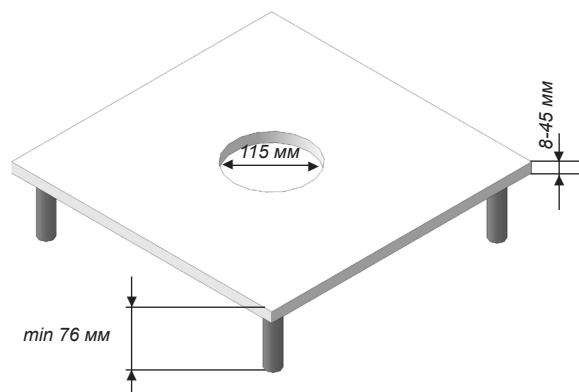

Рис. 2
1. Вырезать монтажное отверстие диаметром: 115 мм (рис. 2).